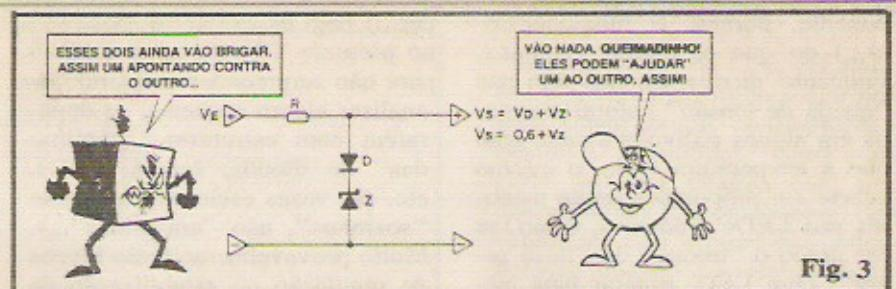

Fig. 3
- FIG. 3 - O "truque" básico do(s) diodo(s) comum utilizado em função "zener" não fica por aí... Na busca de tensões finais reguladas de valores muito específicos e "raros" (que - conforme já foi dito - não possam ser encontradas nas séries regulares, comerciais, de zeners...), nada impede que misturemos um componente "titular" com um "substituto" (um zener "de verdade" com um - ou mais - diodo na "função zener"...)! Observem bem o arranjo diagramado na figura. O zener "Z" está como deve estar, porém, "empilhado sobre ele" colocamos um diodo comum "D", de modo a literalmente **acrescentar** 0,6V à tensão de referência nominal do zener! Supondo que o dito zener é um componente para 3,9V, como teremos uma Vs igual a 0,6V **mais** Vz, o resultado será uma tensão de Saída, de 4,5V (lembrem-se